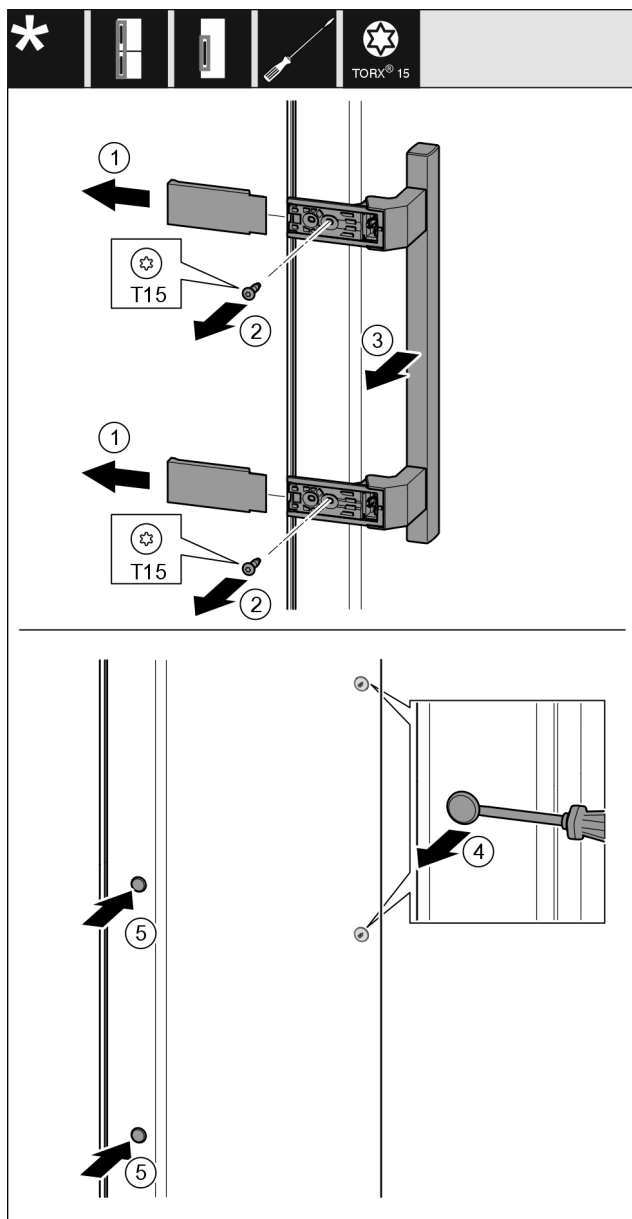

Fig. 20
- ▶ 拆下盖板 Fig. 20 (1)。
- ▶ 用螺丝刀将螺钉 Fig. 20 (2) 旋开。
- ▶ 取下把手 Fig. 20 (3)。
- ▶ 用带槽螺丝刀小心地提起侧边的堵头 Fig. 20 (4) 并将其拉出。
- ▶ 将堵头 Fig. 20 (5) 重新放入另一个侧。